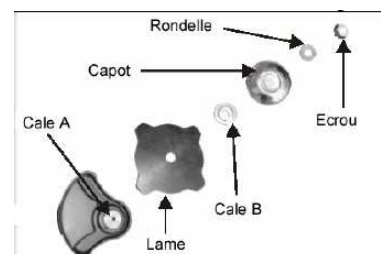
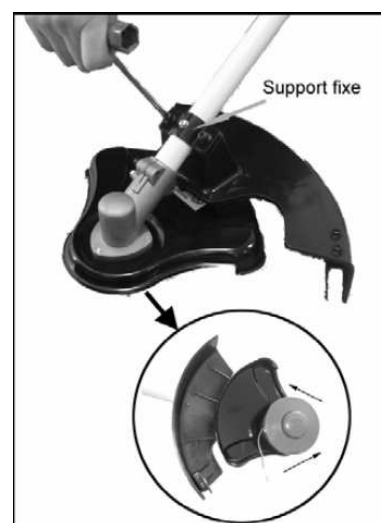

Fig. 1-3
Fig. 1-5
Remplacement de la lame de coupe (Fig. 1-3, 1-4)
- Insérez la clé d'arrêt de la rotation ou l'équivalent dans la protection arrière et dans l'orifice semi-circulaire de l'adaptateur pour empêcher l'arbre de sortie de tourner. (fig. 1-3).
Installer la tête du coupe bordure (Fig 1-3, Fig. 1-5)